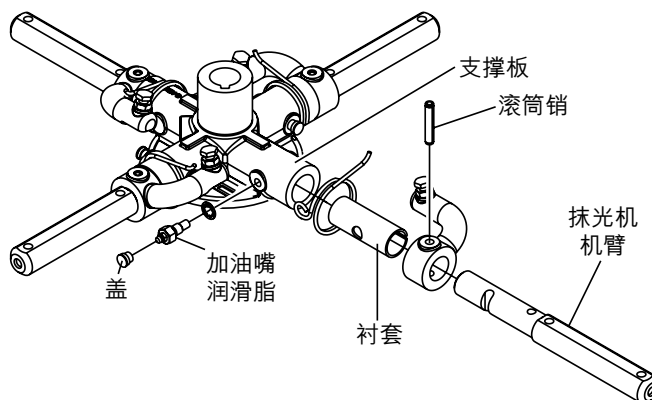

图52. 拆除抹光机机臂
1. 使用六角头螺栓（加油嘴润滑脂）和滚销将每个抹光机机臂固定于支撑板上。去除支撑板（图52）上的六角头螺栓和滚销。
4. 检查抹光机机臂的衬套（图52），如有必要，进行清洗。如果衬套变形或损坏，要进行更换。